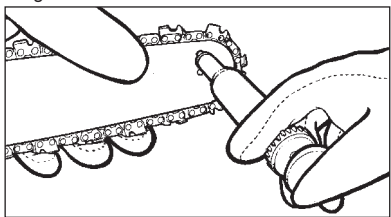

Fig. 20
- En utilisant le pistolet de lubrification (option), insérez l'embout en aiguille dans l'orifice de lubrification et injectez de la graisse jusqu'à ce qu'elle apparaisse à l'extrémité du pignon (Fig. 20).